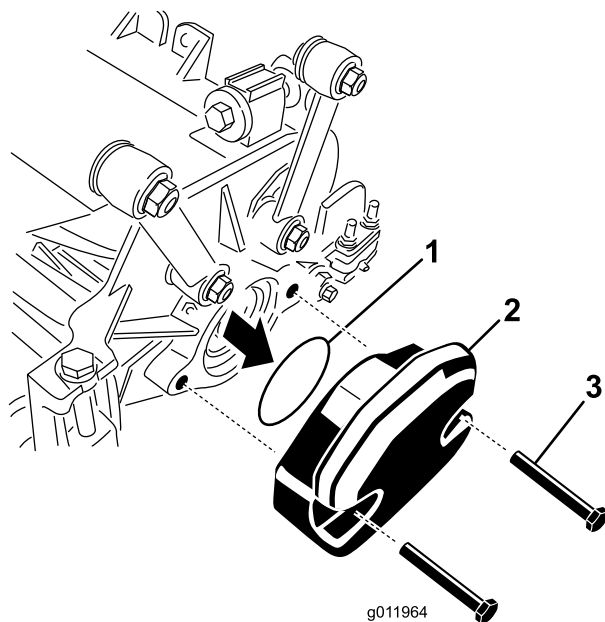

图6
1. 在 3 号滚刀组上卸下将配重块固定至滚刀组左端的 2 个平头螺丝然后取下配重块图6。